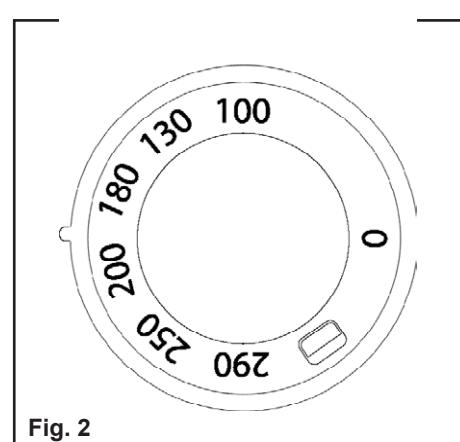

Fig. 2
- Girar la manivela (Fig. 2) en dirección de las agujas del reloj y programar la temperatura deseada, la luz testigo amarilla y la verde se encienden. La luz verde indica que el horno está encendido.